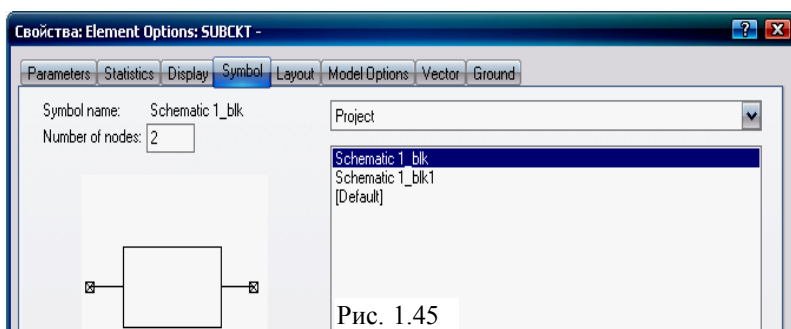

Рис. 1.45
- Дважды щёлкните по символу подсхемы или щёлкните по нему правой кнопкой мышки и выберите **Properties**. В открывшемся окне свойств откройте вкладку **Symbol** (рис. 1.45). В верхнем поле ввода над списком имеющихся символов